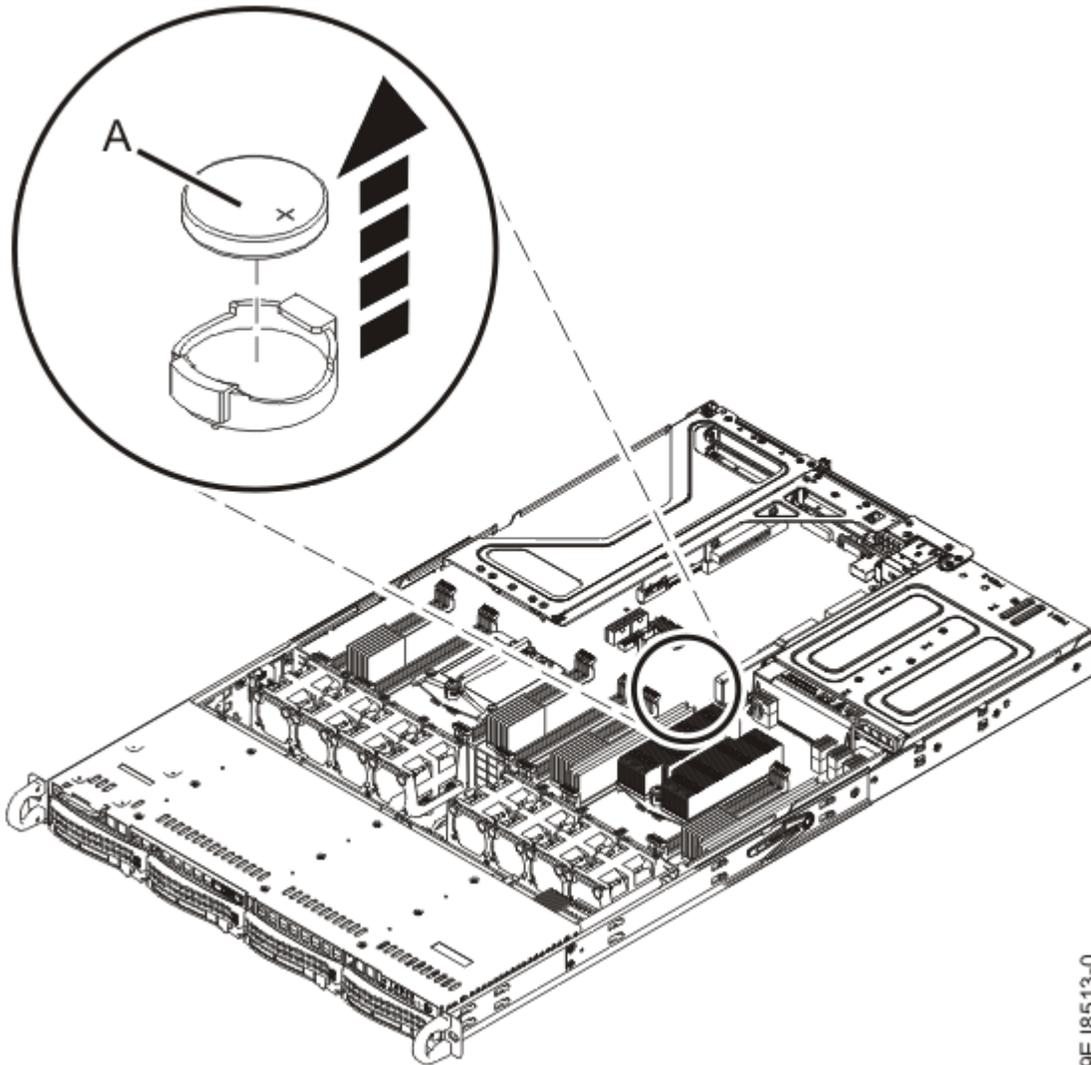

図 61: 時刻バッテリーの位置
2. 親指を使ってスプリング・ラッチをシステムの背面方向へ押し、時刻バッテリー (A) を取り外し、時刻バッテリーを解放します。69 ページの図 61 に示すように時刻バッテリーを持ち上げます。